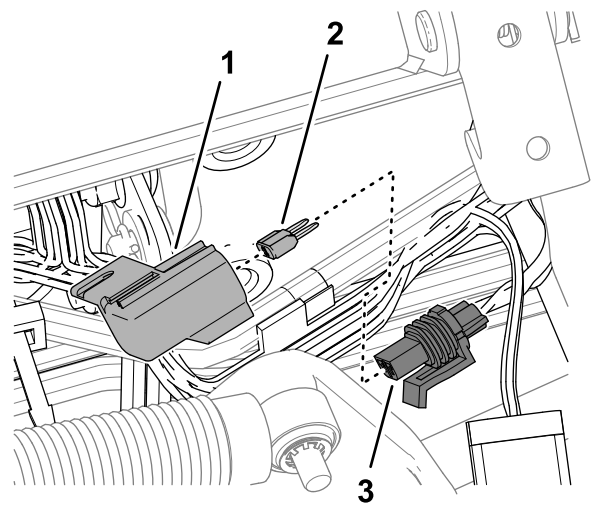

Figure 105
3. Déposez le capuchon du porte-fusibles en ligne étiqueté 10 A FUSE TELEMATIC PWR (Figure 105).